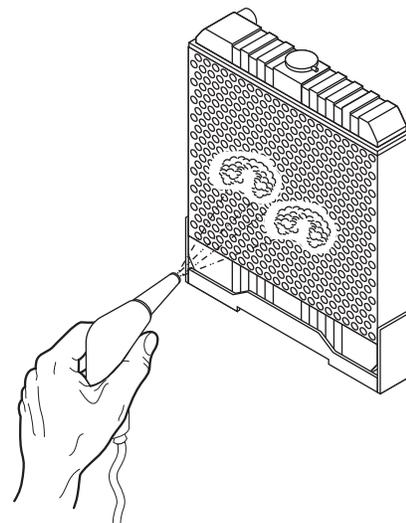

Figure 33. Nettoyage des radiateurs
1. Éliminer la saleté et la poussière des ailerons et du radiateur avec de l'air comprimé de 28 psi (0,19 MPa) ou moins (figure 33). Attention de ne pas endommager les ailettes avec l'air comprimé.